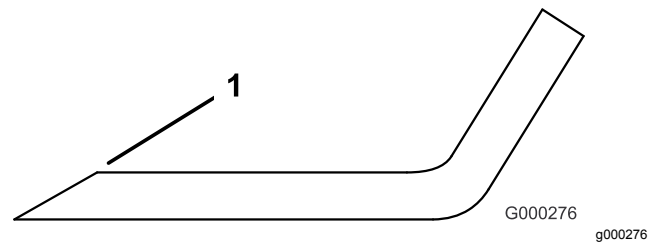

Figura 69
1. Afie a extremidade de corte em ambas as extremidades da lâmina (Figura 69).